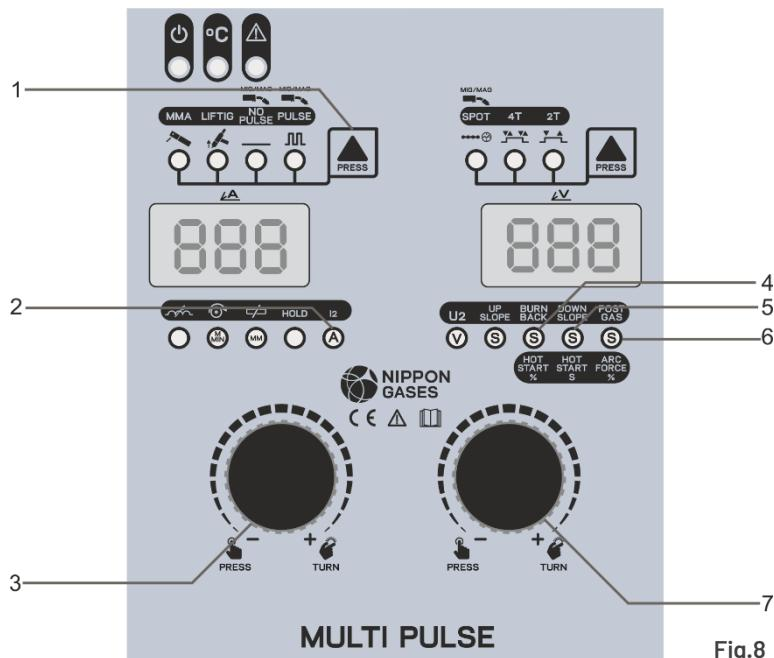

Fig.8
- Selecione soldadura MMA (eléctrodo revestido), pulsando a tecla 1 (Fig.8) até o led MMA acender.
- Regular a corrente de soldadura (2 - Fig.8) através do botão esquerdo 3 (Fig.8). Durante a soldadura, este parâmetro está continuamente activo (girando o botão 3 (Fig. 8), regula-se a corrente de soldadura).
- Regular a percentagem de Hot Start - Para melhorar a ignição do arco, ajustar a percentagem de hot start em relação com a corrente principal, pulsando o botão direito 7 (Fig.8) até acender o led 4 (Fig.8) e girando o mesmo botão.
- Regular o tempo de Hot Start - Para melhorar a ignição do arco, ajustar o tempo de hot start em segundos, pulsando o botão direito 7 (Fig.8) até acender o led 5 (Fig.8) e girando o mesmo botão.
pulsando o botão direito 7(Fig.8) até acender o led 6(Fig.8) e girando o mesmo botão. Pode desativar a função ARC FORCE girando o botão 7(Fig.8) para a esquerda até que o display digital direito mostre OFF.